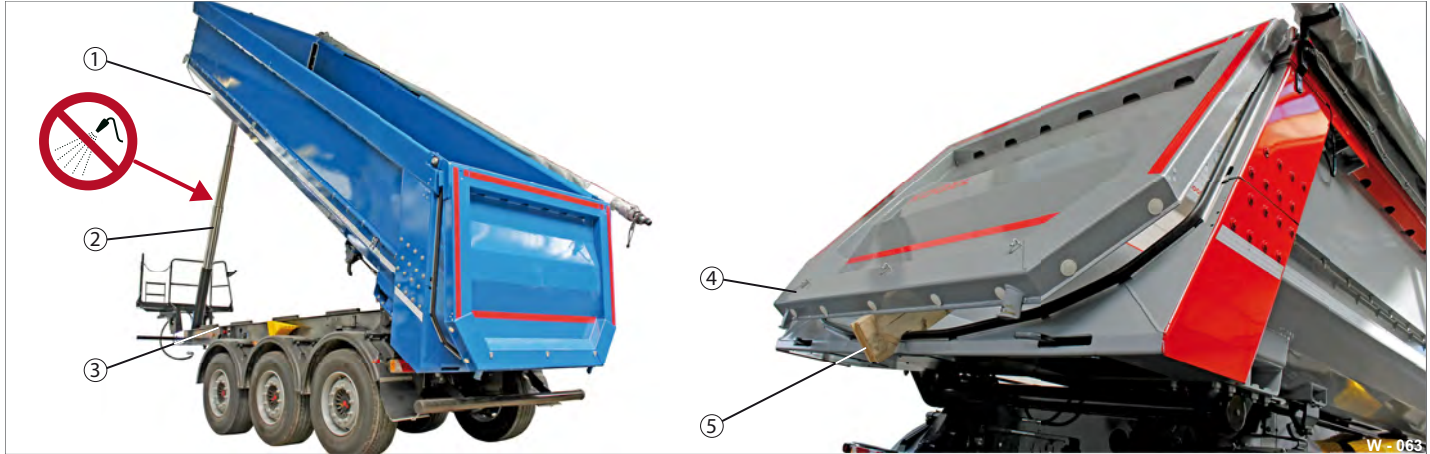

Abb. 73 Fahrgestell / Ladebrücke reinigen
- ▶ Kippen Sie die Mulde (Abb. 73/1) ab.
- ▶ Stellen Sie die Heckklappe (Abb. 73/4) fest - gegen Zufallen sichern.
- ▶ Strahlen Sie den Teleskop-Zylinder (Abb. 73/2) nicht direkt an. Schützen Sie die Ausschübe und Abstreifer des Teleskop-Zylinders vor Spritzwasser.